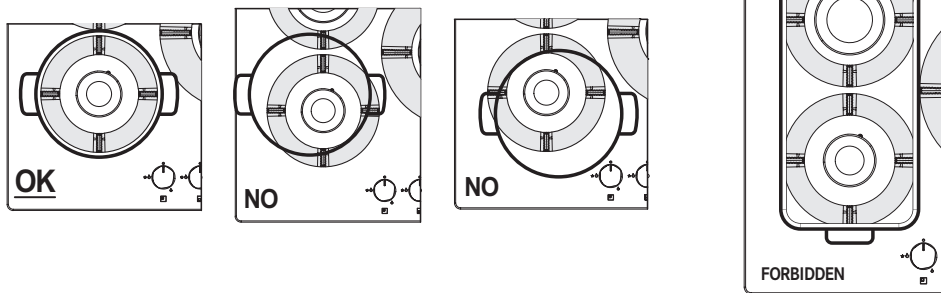

Fig.1
L'utilisation de casseroles plus larges que celles indiquées peut entraîner une surchauffe des boutons et de la table et, en cas d'utilisation prolongée, le jaunissement du couvercle (s'il est en acier inoxydable). Franke décline toute responsabilité pour les dommages dus à une telle utilisation (Fig. 1).
- ▷ Ne placez pas la même casserole sur deux brûleurs (Fig. 1).
- ▷ N'utilisez pas deux brûleurs en même temps avec un seul contenant, comme une casserole ou une poêle à poisson (Fig. 1).